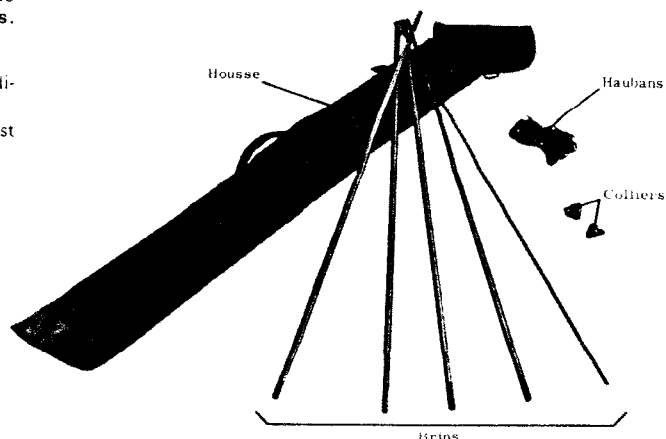

Fig. 10 - Aspect des brins d'antenne fouet avec la housse de transport.
- 5 brins d'environ 1 m (fig. 10)